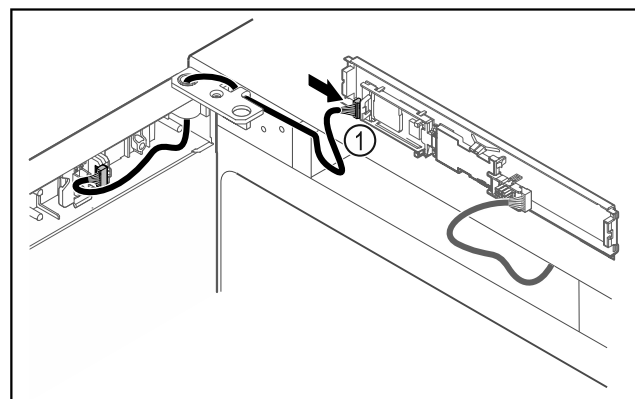

Fig. 43
- ▶ Sätt in kontakten Fig. 43 (1) på kretskortet.